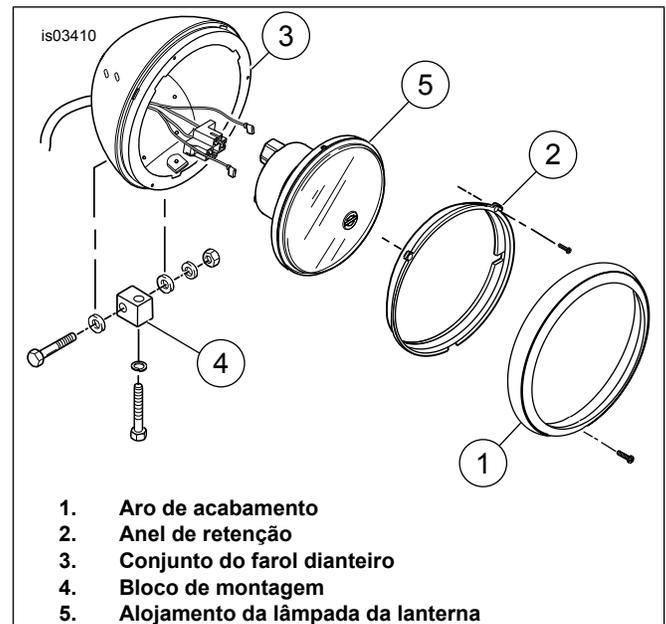

Figura 1. Conjunto do farol dianteiro
1. Veja Figura 1. Remova o parafuso do aro do farol e o aro (1).
7. Veja Figura 1. Remova o bloco de montagem (4) e suas ferragens.